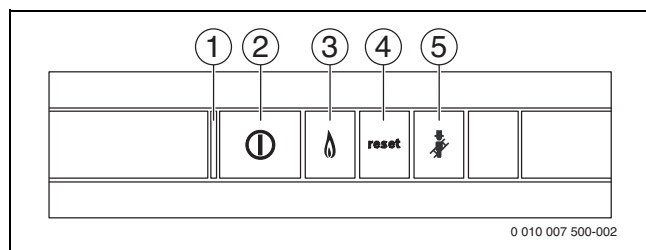

Bild 195 Bedientasten
- Gerät am Ein/Aus-Schalter (→ Bild 195) einschalten.